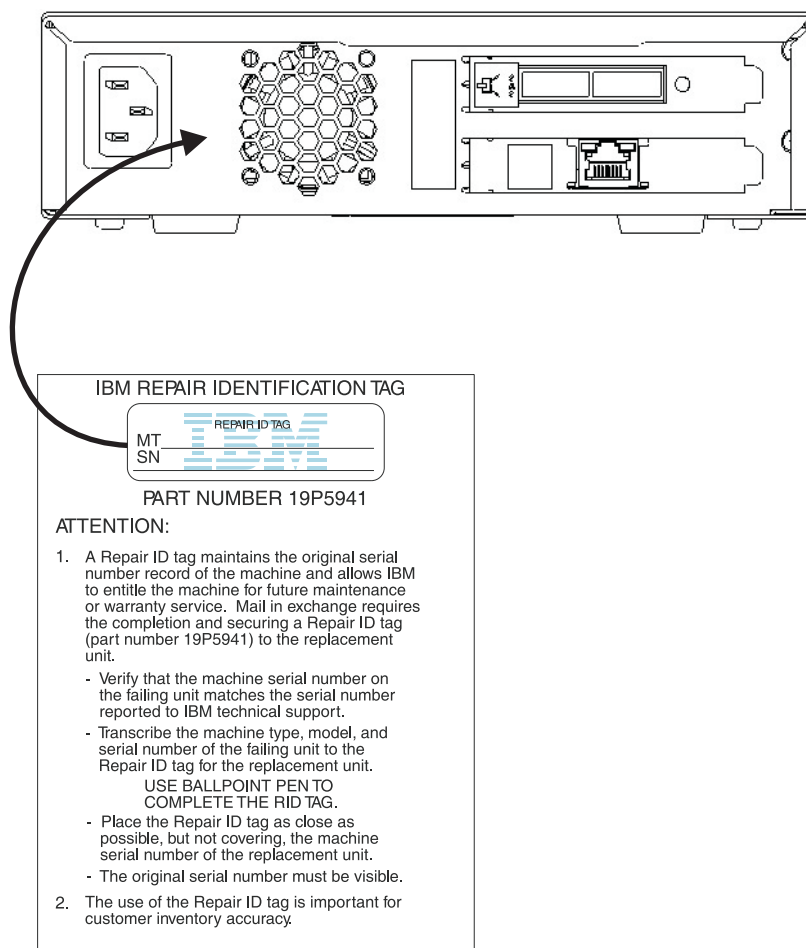

図 14. 背面パネル上の RID タグ
2. 取り替え用の装置に含まれている修理識別 (RID) タグを見つけます。 図 14 を参照してください。